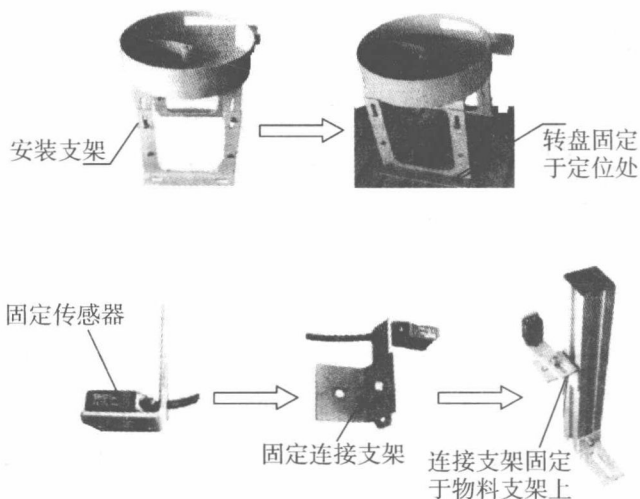

图 1-6 转盘组装图
供料转盘装配如图 1-6 所示。
(1) 电源模块。三相电源总开关(带漏电和短路保护)、熔断器。单相电源插座用于模块电源连接和给外部设备提供电源,模块之间电源连接采用安全导线方式连接。
(2) 按钮模块。提供了多种不同功能的按钮和指示灯(DC24 V),急停按钮、转换开关、蜂鸣器。所有接口采用安全插座连接。内置开关电源(24 V/6 A 一组,12 V/2 A 一组),为外部设备工作提供电源。
(3) PLC 模块。采用三菱 FX2N-48MR 继电器输出,所有接口采用安全插座连接。
(4) 变频器模块。三菱 E540-0.75 kw 控制传送带电动机转动,所有接口采用安全插座连接。
(5) 警示灯。共有绿色和红色两种颜色。引出线五根,其中并在一起的两根粗线是电源线(红线接“+24”,黑红双色线接“GND”),其余三根是信号控制线(棕色线为控制信号公共端,如果将控制信号线中的红色线和棕色线接通,则红灯闪烁,将控制信号线中的绿色线和棕色线接通,则绿灯闪烁)。如图 1-6 所示。